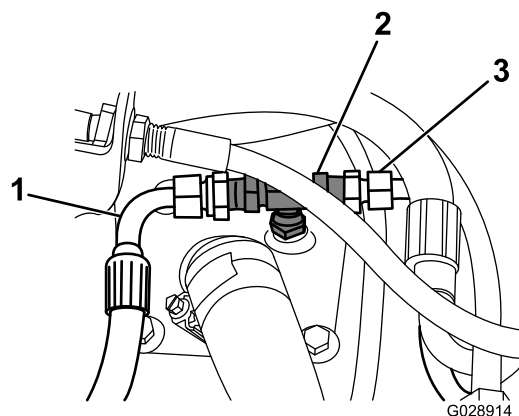

Figura 3
9. Conecte la manguera de drenaje de 3/8" del paso 3 al racor (Figura 3).